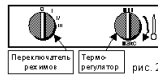

рис. 2
5.3 На рис. 2 показана панель управления ТПЦ30.